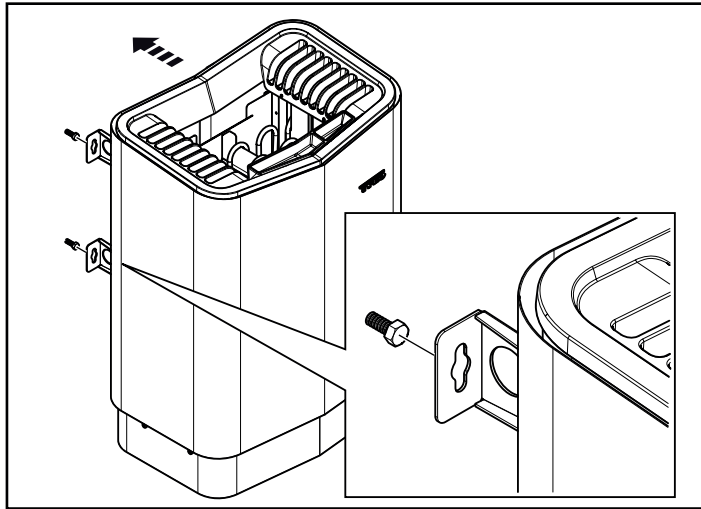

Abbildung 13: Hängen Sie die Heizung auf.
7. Hängen Sie die Heizung an den Schrauben auf (siehe Abb. 13).